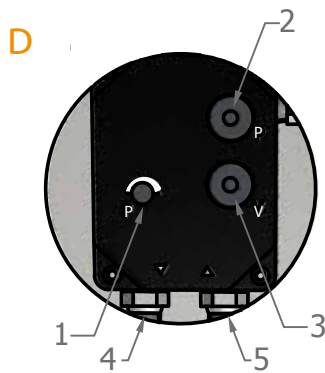

Abb. 7
- Drehen Sie den Drehknopf mit dem Innensechskant 4 ganz nach links, wie in Abb. 7, Pos. 1 gezeigt, und drehen Sie ihn dann mit dem Innensechskant 11,5 Umdrehungen nach rechts.
HINWEIS: Vergewissern Sie sich, dass die Brennstoffleitungen für den Brennstoffvorlauf (Abb. 7, Pos. 5) und -rücklauf (Abb. 7, Pos. 4) korrekt installiert sind, wie in Abb. 7 gezeigt.